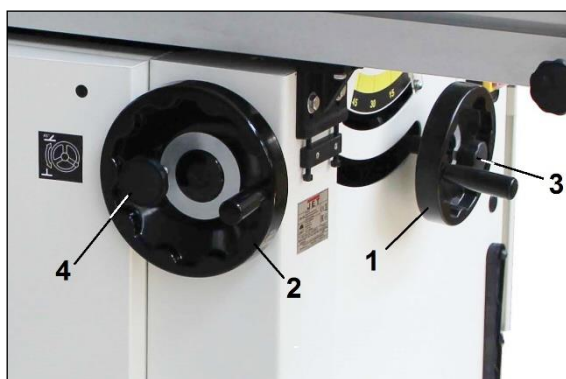

Рис. 11
Наденьте маховик подъема (1, Рис. 11) и маховик наклона (2) на соответствующие валы.